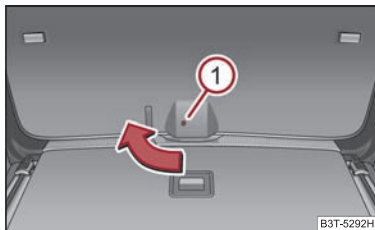

Fig. 8 Sbloccaggio di emergenza del portellone bagagliaio
- Introdurre un cacciavite nell'apertura ① ⇒ fig. 8 fino all'arresto.